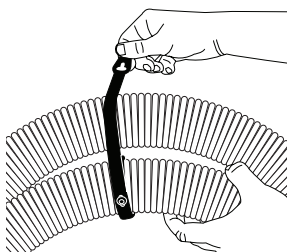
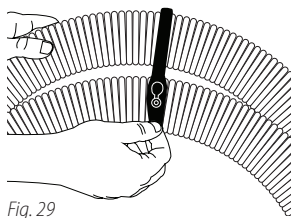

Fig. 28
Fig. 29
62. Insérez le bouton n° 1 dans le trou de bouton n° 1 **Fig. 28** (cela peut être difficile au début), continuez à enrouler la sangle **19** autour du tuyau **12** **Fig. 28**. Insérez le bouton n° 2 dans le trou de bouton n° 2. **Fig. 29.**